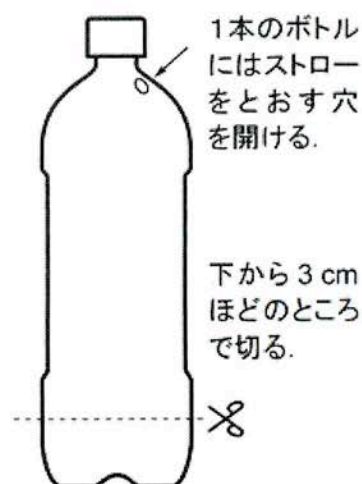

図 4 ペットボトルの加工
- (1) ペットボトル 2 本を図 4 のように、下から 3 cm くらいのところで底^{そこ}を切り取りま^す。(切り取りはカッターナイフを使い、^{ゆび}指を切らないよう注意して行ってください。)